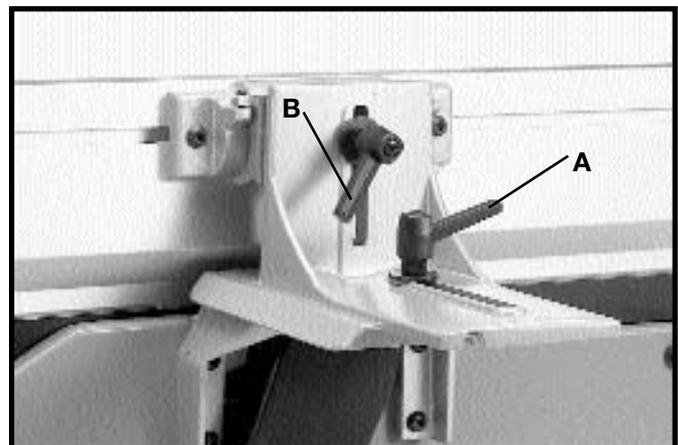

Fig. 25
1. Para mover la guía a lo largo de la mesa, afloje la palanca de cierre (A) Fig. 25, deslice la guía hasta la posición deseada en la mesa y vuelva a apretar la palanca (A). **NOTA:** La palanca de cierre (A) está accionada por resorte y puede ser reposicionada tirando de la palanca hacia arriba y reposicionándola sobre la tuerca localizada bajo la palanca.
2. Para inclinar la guía, afloje la palanca (B) Fig. 25 e incline la guía al ángulo deseado. Apriete entonces la palanca (B). **NOTA:** La palanca (B) está accionada por resorte y puede ser reposicionada tirando de la palanca hacia afuera y reposicionándola sobre la tuerca localizada bajo la palanca.